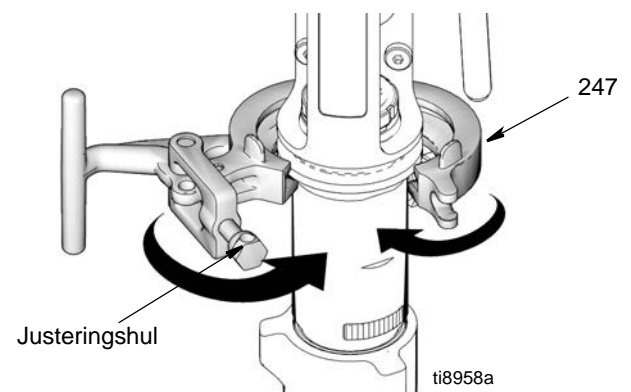

FIG. 21
2. (Fig. 21) Montér pumpen (111) i sprøjten.